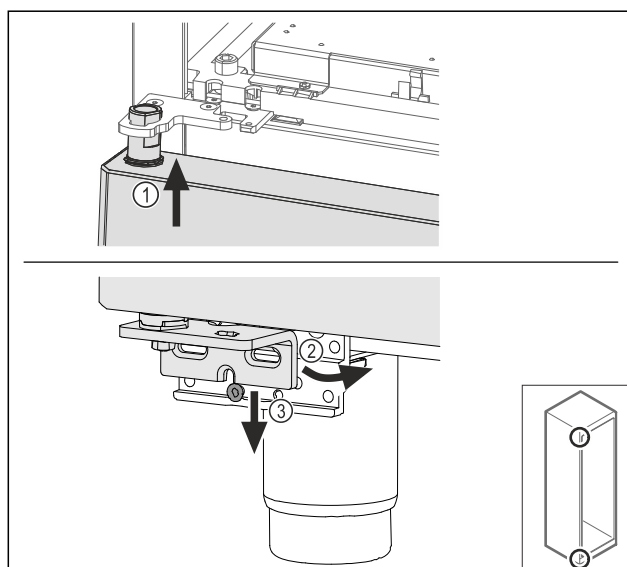

Fig. 68
- Før døren oppe inn lett vippet Fig. 68 (1), rett ut døren Fig. 68 (2) og sett den på lagerbukkskruen Fig. 68 (3) nede.